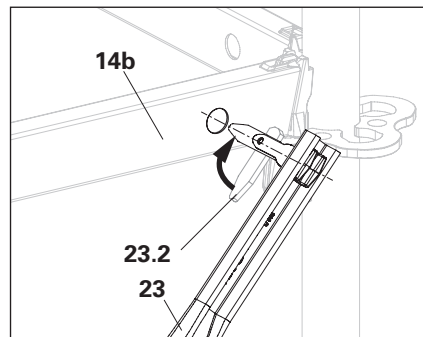

Fig. A4.08c
3. Raddrizzare il perno girevole (**23.2**). (Fig. A4.08c)